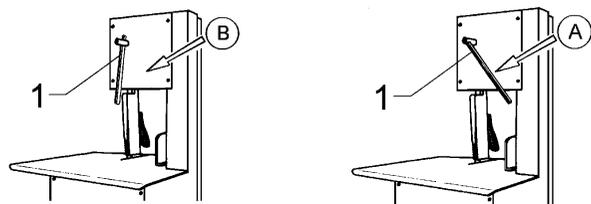

рис. 7.6.1
- Натянуть пилу, повернув рычаг и переведя его в положение «А» (рис. 7.6.1).
7.6.1 Регулировка натяжения (рис. 7.6.1)
Если рычаг находится положении «А» (рис. 7.6.1), пила натянута. Для разблокировки пилы перевести рычаг вниз, в положение «В».